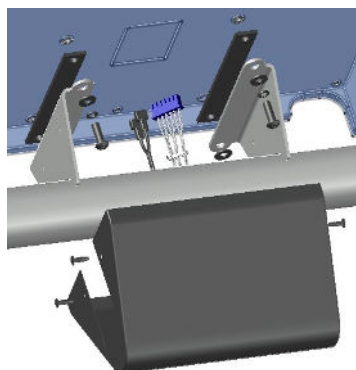

Figura 5-3
5. Ligue a consola aos suportes da mesma com o *hardware* fornecido na ordem mostrada na Figura 5-3. Certifique-se de que as almofadas de borracha são colocadas entre a superfície de montagem em aço e a parte posterior da consola. Aperte os parafusos uniformemente.
6. Posicione a cobertura preta e alinhe os orifícios da parte lateral da estrutura com os da cobertura. Fixe a cobertura com (4) parafusos 10-32.